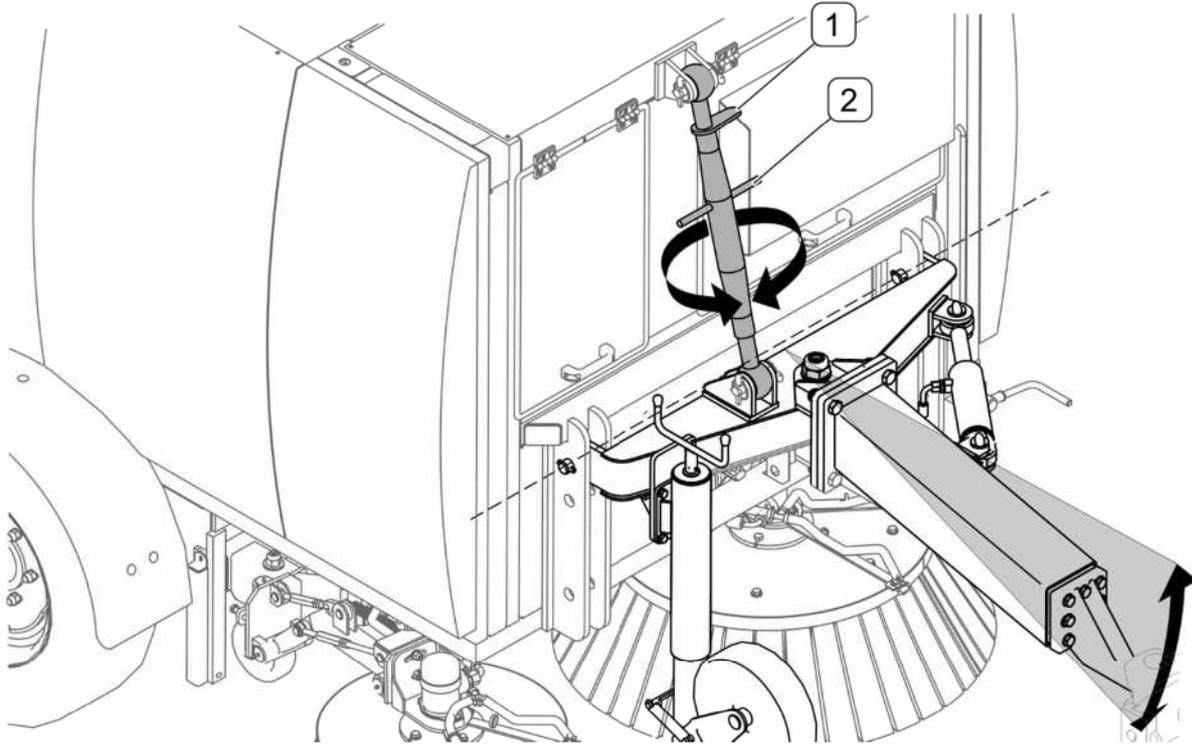

FIGURE 4.2 Réglage de l'attelage de la balayuse
Pour assurer une exploitation optimale il convient de mettre le corps de la balayuse en plan horizontale (FIGURE 4.2) en desserrant le contre-écrou (1) et en tournant la manivelle du connecteur (2). Après avoir réglé le connecteur, il convient de serrer le contre-écrou (1).